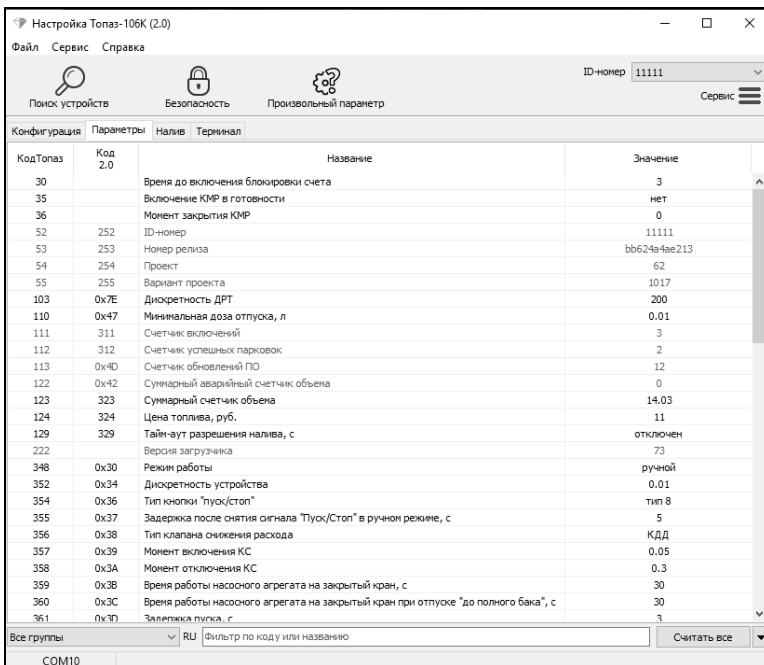

Рисунок 4
6.2.3 На вкладке "Параметры" (рисунок 4) можно просмотреть и при необходимости изменить значения параметров устройства.